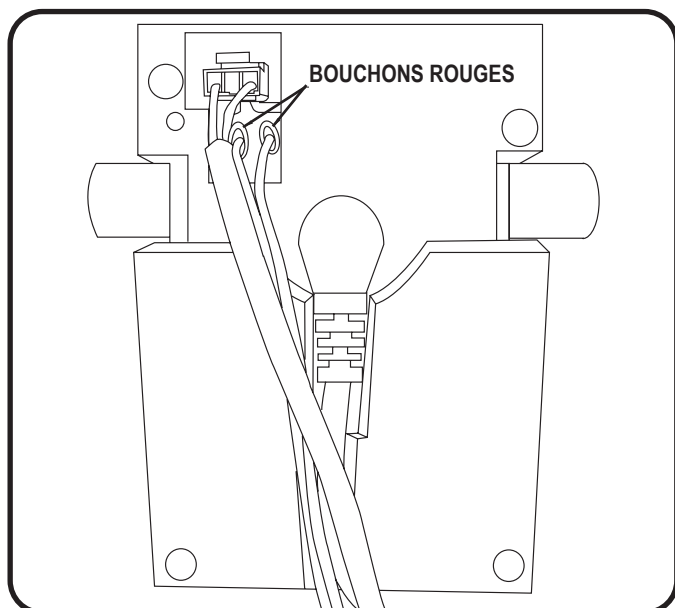

Figure 5.2 Bouchons d'interrupteur de sécurité
2. Si un des moteurs est dérégulé, débranchez l'un des deux connecteurs rouges de la boîte de contrôle des moteurs (**Fig. 5.2**).
4. Rebranchez le connecteur rouge sur la boîte de contrôle des moteurs (**Fig. 5.2**).